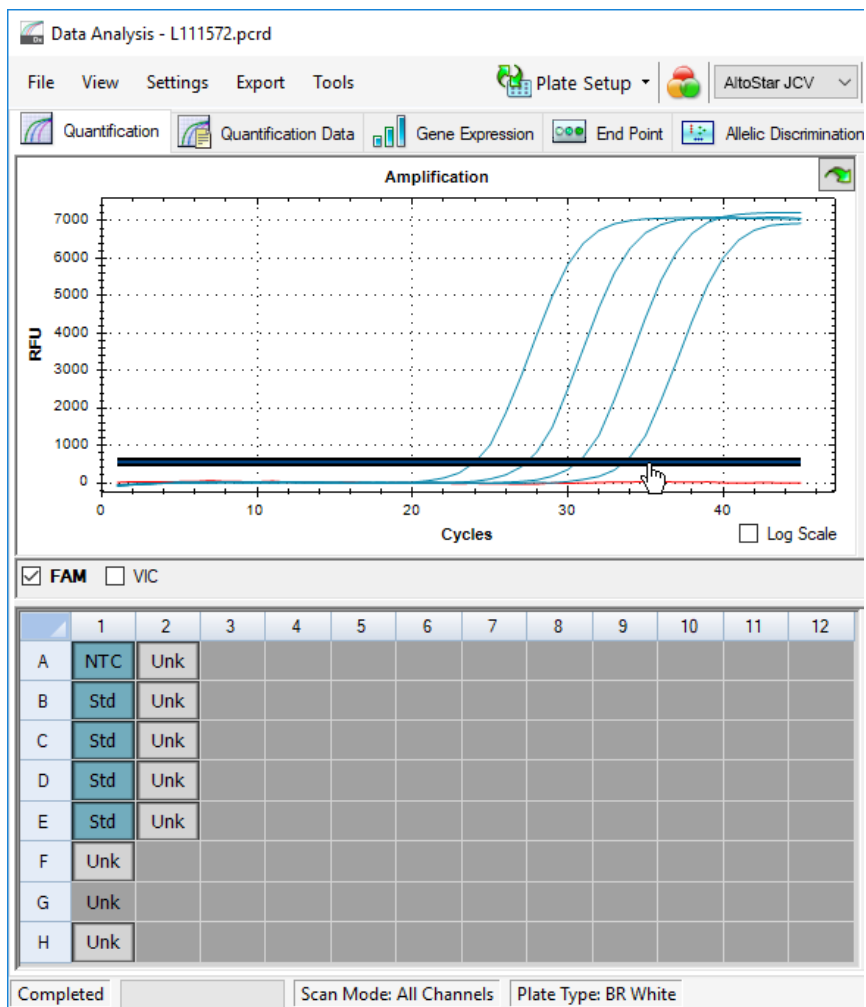

Figura 10: Janela Data Analysis (Análise de Dados): definição do limiar FAM™
5. Do lado esquerdo da janela Data Analysis (Análise de Dados), anule a seleção da caixa de verificação **VIC** e assinale a caixa de verificação **FAM** para o canal de deteção do alvo de JCV (consulte a figura 10).
6. Selecione apenas os poços que contêm NTC e os QS na vista da placa da janela Data Analysis (Análise de Dados) (consulte a figura 10).
7. Arraste o limiar bem acima do sinal de NTC para a área exponencial dos sinais QS (consulte a figura 10).